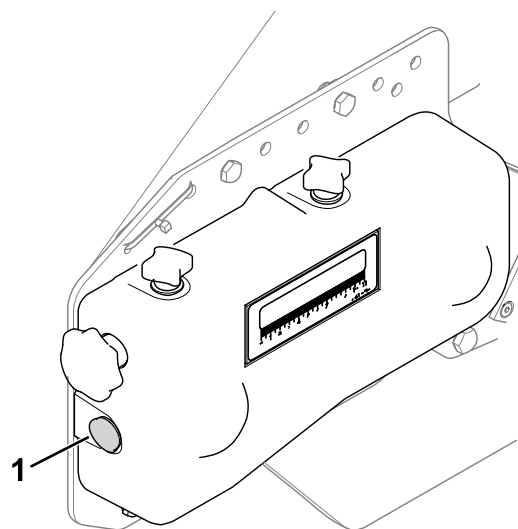

Figure 14
1. Retirez le bouchon de remplissage (Figure 14) sur le côté du réducteur.